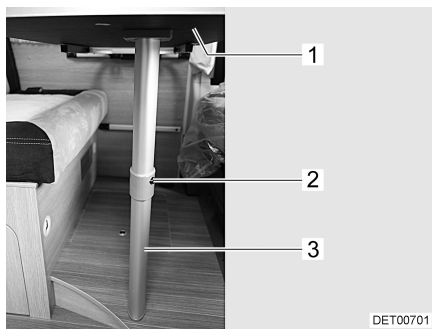

Bild 29 Sängbotten
- Lyft upp bordsskivan (Bild 29,1) något framtill.
- Tryck på låsknappen (Bild 29,2) och fäll upp den nedre delen av det ledade stödbenet (Bild 29,3) 90°.